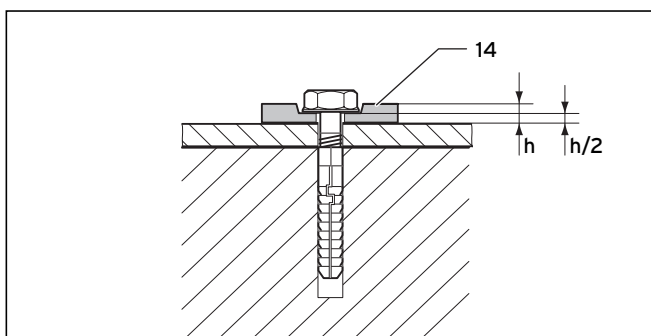

Abb. 6.64 Befestigung mit flexiblen Unterlegscheiben
Verwenden Sie unbedingt die 4 flexiblen Unterlegscheiben (14), um Materialdehnungen ausgleichen zu können. Verpressen Sie die Unterlegscheiben um 50 % (siehe Abb. 6.64).